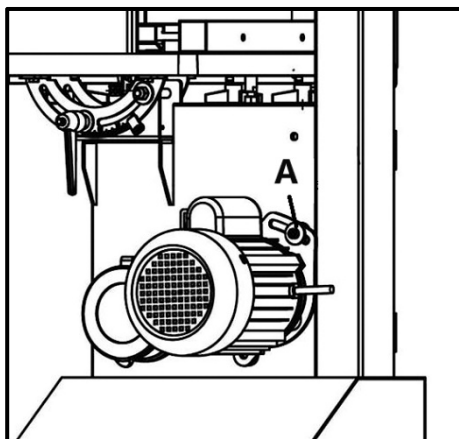

Рисунок 19.
- Ослабьте болт крепления двигателя A (рис. 19) и поверните двигатель против часовой стрелки, чтобы уменьшить натяжение приводного ремня, поверните двигатель по часовой стрелке, чтобы увеличить натяжение приводного ремня. Затяните болт крепления двигателя.